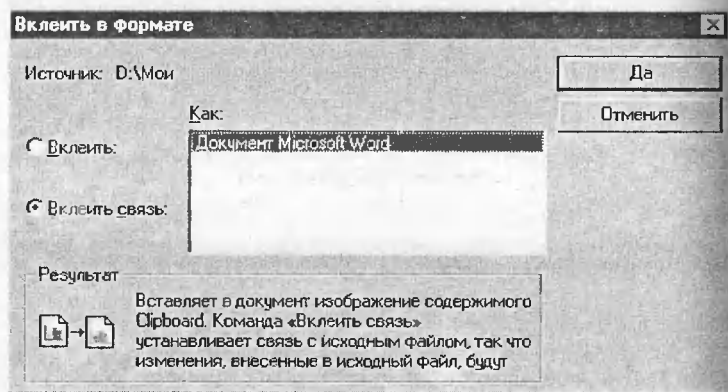

Рис. 2.52. Диалоговое окно *Вклеить в формате* в режиме *Вклеить связь*
- в диалоговом окне *Вклеить в формате* задать вариант *Вклеить связь* и щелкнуть по кнопке *Да* (см. рис. 2.52).